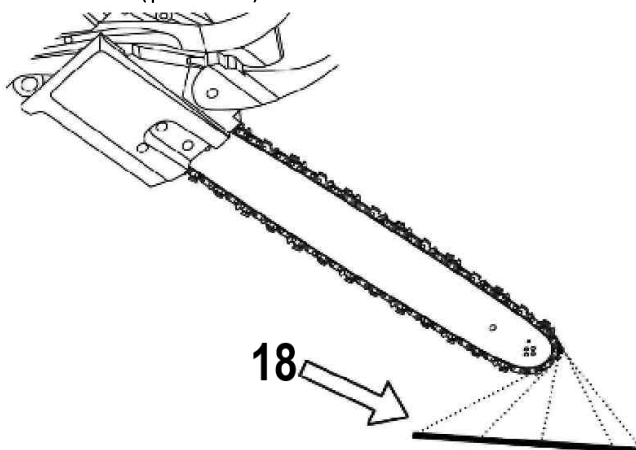

Рисунок 12
2. Чтобы остановить двигатель, переведите переключатель **вкл./выкл.** в положение (0).
- После запуска двигателя включите цепь на средней скорости и проверьте, разбрызгивается ли цепное масло (рис.12).